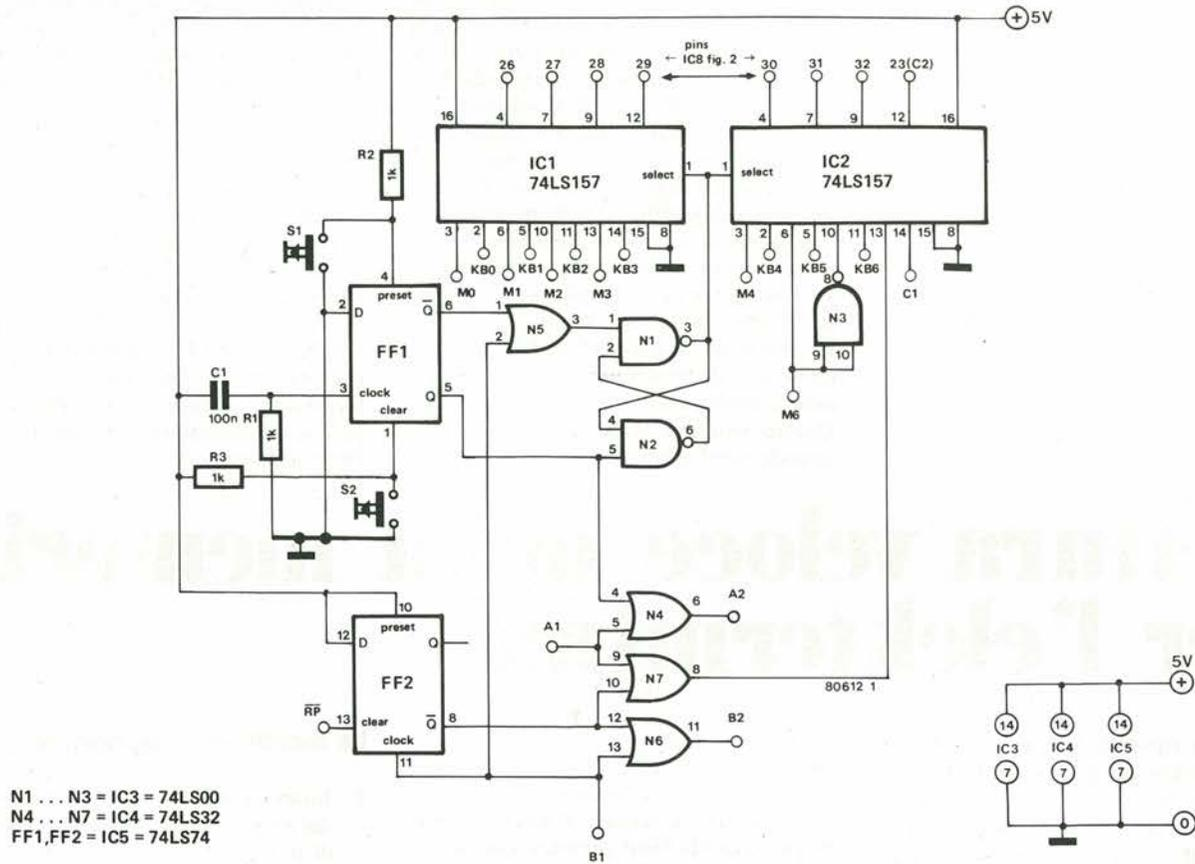

Figura 1. Il circuito di estensione completo.
8. Collegare infine le uscite dei due multiplatori di figura 1 alla UART (IC8) di figura 2, come segue: